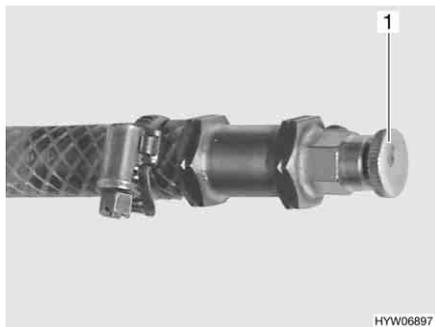

Fig. 234 Valvola di sfiato del riscaldamento ad acqua calda
- Aprire la valvola di sfiato (Fig. 234,1) e lasciare uscire tutta l'aria presente nel circuito.